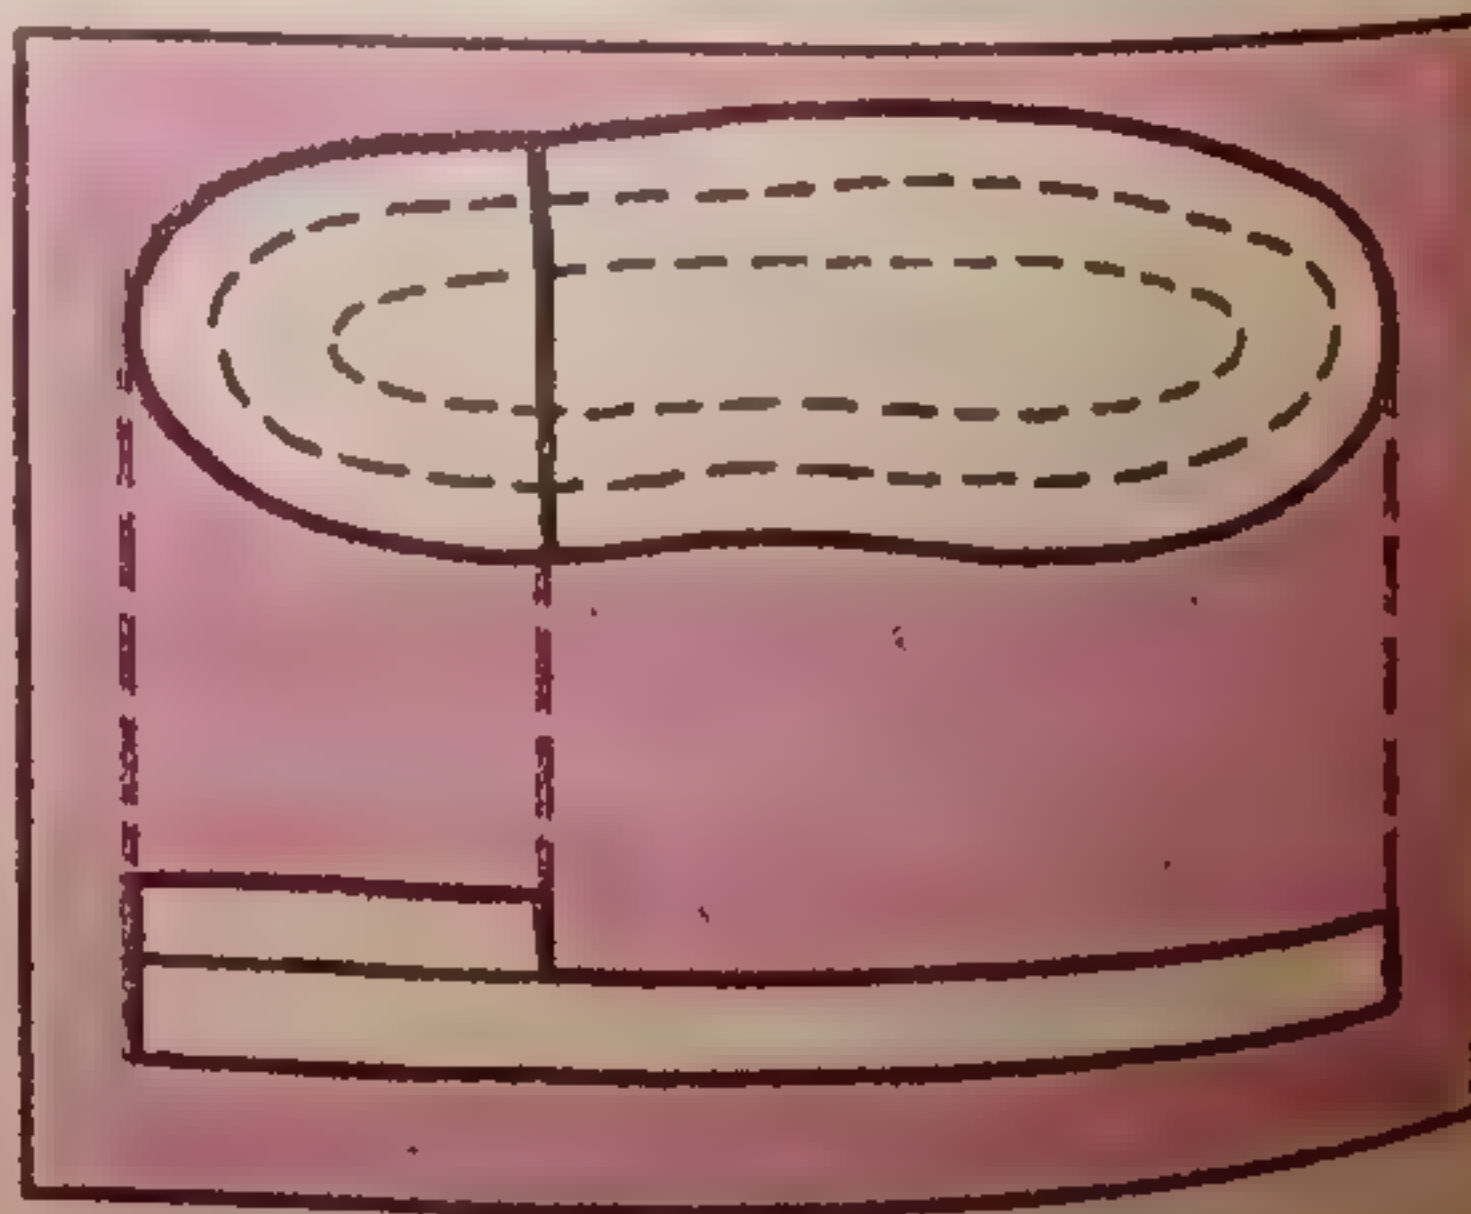

Рис. 20
7. Ремонт валенок. Основной ремонт валенок заключается в их подшивке. Он состоит в следующем. Из нескольких слоев войлока сшивают дратвой подошву с каблуком (рис.20). Затем эту подошву пришивают к валенку дратвой с помощью